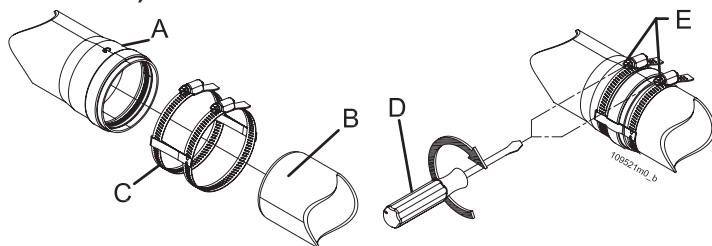

Figura 10-4 - Fissaggio dei condotti di scarico
**ATTENZIONE!!!** Assicurate meccanicamente gli incastri fra i vari elementi componenti il condotto di scarico e di aspirazione mediante l'utilizzo di sistemi di fissaggio o sistemi equivalenti (Figura 10-4).